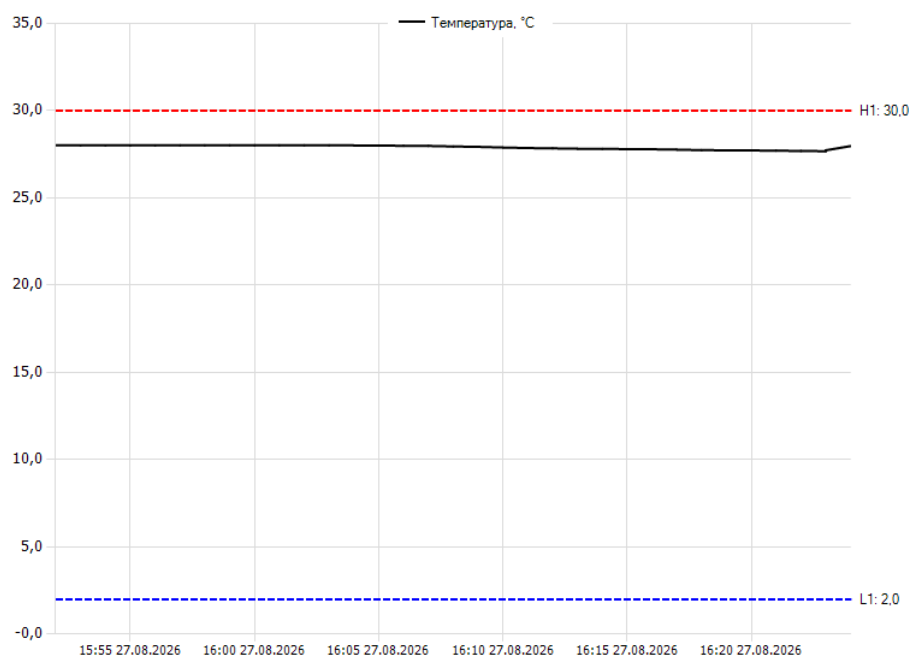

Рисунок 30 – Пример представления сведений в блоке «График»
– *график*: графическое представление распределения температуры за весь период работы режима холодильной цепи (Рисунок 30);